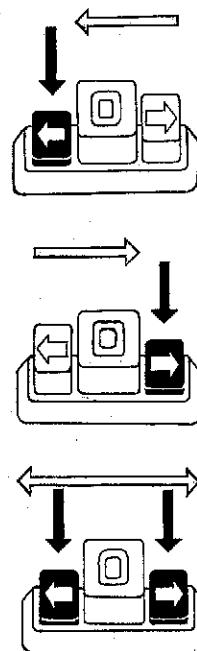

Fig. 41
#### Tres teclas para cambio automático de diseño, Fig. 41
Si el carro está a la derecha: presione la tecla con flecha a la izquierda si hay que cambiar la puntada en la **siguiente vuelta**, Fig. 41 arriba.
Si el carro está a la izquierda: presione la tecla con flecha a la derecha si hay que cambiar la puntada en la **siguiente vuelta**, Fig. 41 centro.
Cuando las dos teclas están oprimidas cambiarán los bajadores su posición automáticamente cada vuelta, Fig. 41 abajo.
**Con bajadores:** Las agujas sus bajadores en posición de descanso siempre formarán lazadas y tejerán otra vez normalmente cuando los bajadores regresen a posición de trabajo, ésto se consigue automáticamente presionando la tecla correspondiente antes de tejer la siguiente vuelta. Ver página 15, Fig. 41.